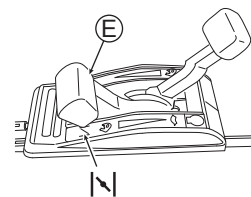

Fig. 10
3. Placez la Manette des gaz (E) sur la position Obturation "N". (Voir Fig. 10)